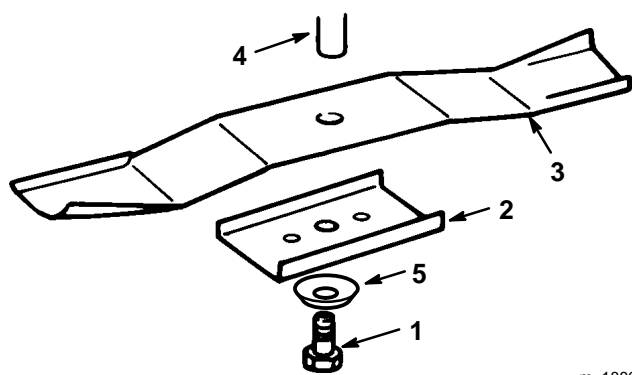

Abbildung 33
3. Schraube (16 mm (5/8") -Schlüssel), Spannscheibe, Halter und Schnittmesser entfernen (Abb. 33). Zwischen Schnittmesser und Mähwerk kann ein Holzklötz gekeilt werden, um das Schnittmesser beim Entfernen der Schraube zu blockieren.
1. Schnittmesser, Schnittmesserhalter, Spannscheibe (Schalenseite zum Messer) und Schnittmesserschraube anbringen (Abb. 33).